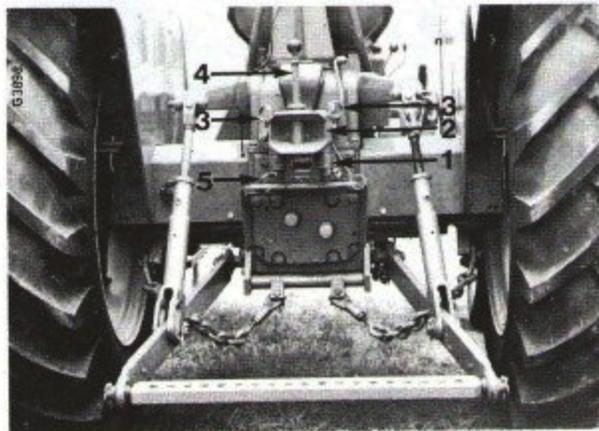

Fig. 27
Il est possible de régler la hauteur de la chape d'attelage (2) Fig. 27, en plaçant les trous de montage de la chape d'attelage au-dessus ou en-dessous des trous du support de montage (1) Fig. 27. Il est également possible de régler la hauteur en retournant la chape d'attelage de haut en bas.
La cheville de la chape d'attelage (4) Fig. 27 est maintenue en place par un verrou à ressort de tension. Pour retirer la cheville (4), appuyez sur le bouton et serrez l'axe transversal. Cette manoeuvre permet de dégager le bouton. Lorsque vous remettez la cheville en place, le verrou s'enclenche automatiquement.
Retirez la goupille de blocage (5) Fig. 27, pour accéder au mécanisme de traction de relevage hydraulique.